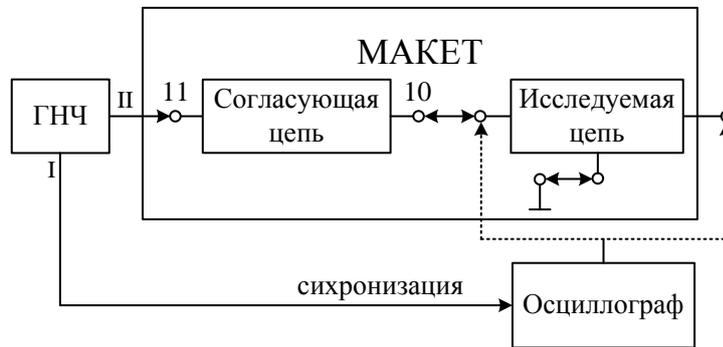

Рис. 6. Схема подключения измерительных приборов и стенда.
2.1. Соберите схему подключения измерительных приборов и стенда для измерения ФЧХ линейной цепи, показанную на рис. 6.